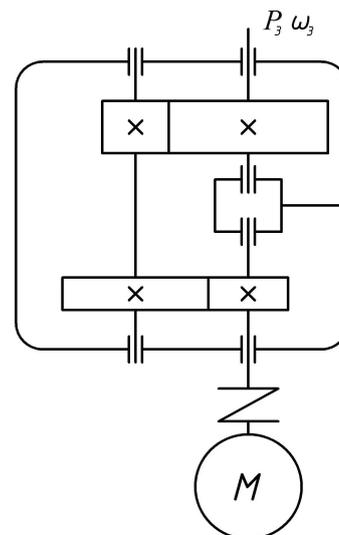

Рис. 8.4. Расчетная схема к задаче № 4
4. Рассчитать колеса косозубо-прямоугобого соосного редуктора (рис. 8.4). Мощность, на ведомом валу редуктора P_3 , угловая скорость ведомого вала ω_3 и передаточное число редуктора u приведены в табл. 8.4. Сроком службы зубчатых колес задаться.